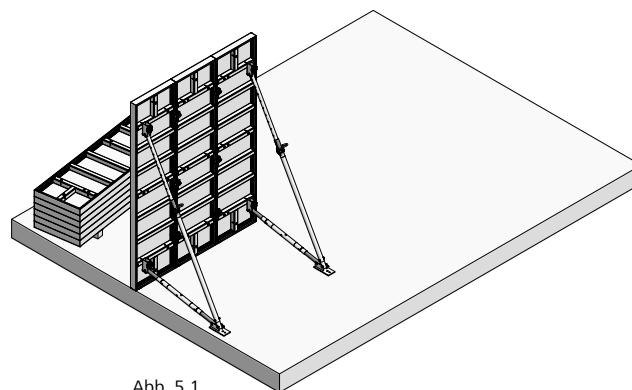

Abb. 5.1
2. Das erste Element aufstellen und mit 2 Richtkonsolen am Boden/Betonfertigteil fixieren, um es gegen Umfallen zu sichern (Abb. 5.1). Der Anschluss der Fußplatte am Boden/Betonfertigteil muss kraftschlüssig sein. Auf Erdreich erfolgt die Befestigung mit 2 Erdnägeln, auf Beton mit 2 Schwerlastdübeln.